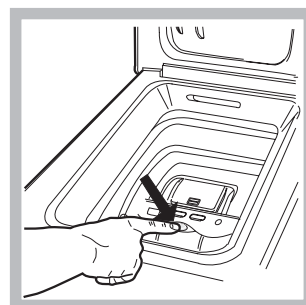

рис. 2
Нажмите кнопку, показанную на *рис. 2*, крышка барабана плавно откроется.
- E) ОКОНЧАТЕЛЬНЫЙ ОСТАНОВ БАРАБАНА (рис. 2):**